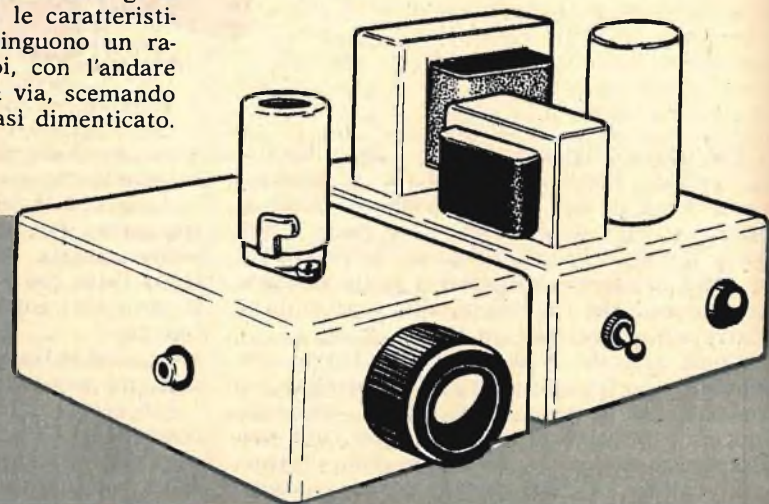

Fig. 1 - Così si presenta a montaggio ultimato il complesso preselettore: a sinistra il preamplificatore, a destra l'alimentatore.
**Fig. 1 - Un vecchio copertone d'auto, fissato con chiodi ad una tavola di legno in funzione di basamento, riempito di materiale soffice, può costituire una comoda cuccia per un cagnolino.**
Fig. 1 - 2 - 3 - Due provette riempite in egual misura di ammoniaca e acido cloridrico, ravvicinate e riscaldate insieme dopo aver introdotto in esse un pezzetto di pietra pomice, producono una enorme quantità di fumi bianchi.